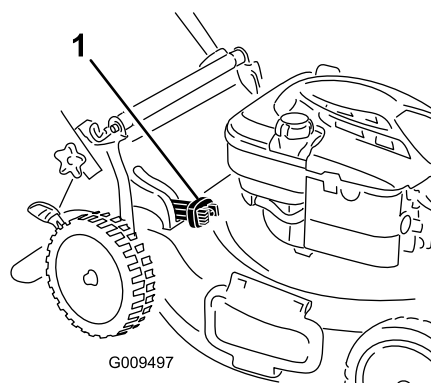

Figure 17
- Pour ramasser les déchets d'herbe et de feuilles, appuyez sur le bouton du levier de ramassage sur demande et déplacez le levier complètement en avant jusqu'à ce que le bouton ressorte (Figure 17).